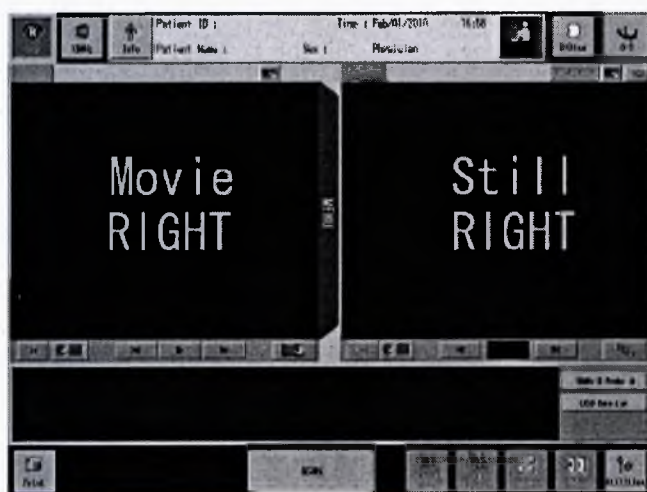

Рис. 3
4) На дисплее появляется окно в режиме "FREEZE" вместе с окном выбранного глаза на переднем плане (Рис. 3).